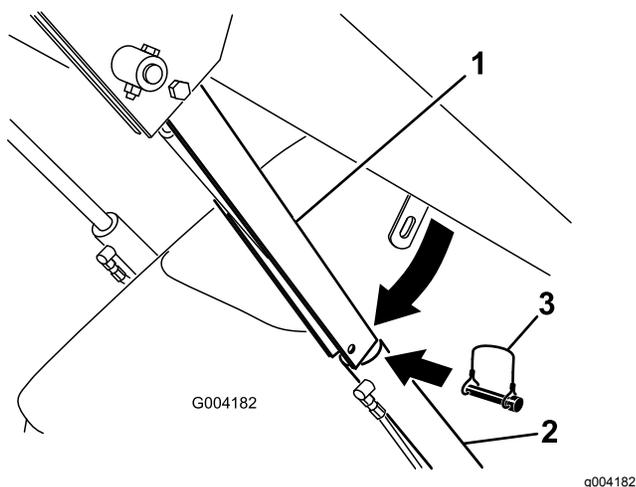

Рисунок 22
4. Извлеките шплинт, который крепит замок гидроцилиндра к стреле погрузчика (Рисунок 22).
5. Опустите замок гидроцилиндра на шток гидроцилиндра и закрепите его при помощи шплинта (Рисунок 22).